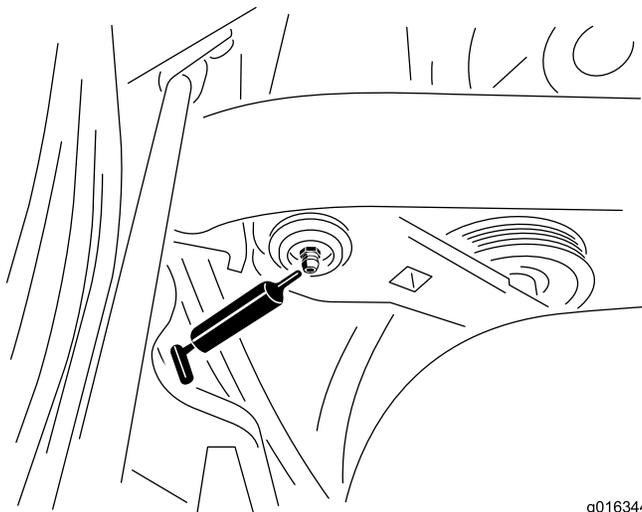

図 43
1. 異物を入れてしまわないよう、グリスフィッティングをきれいに拭く(図 43)